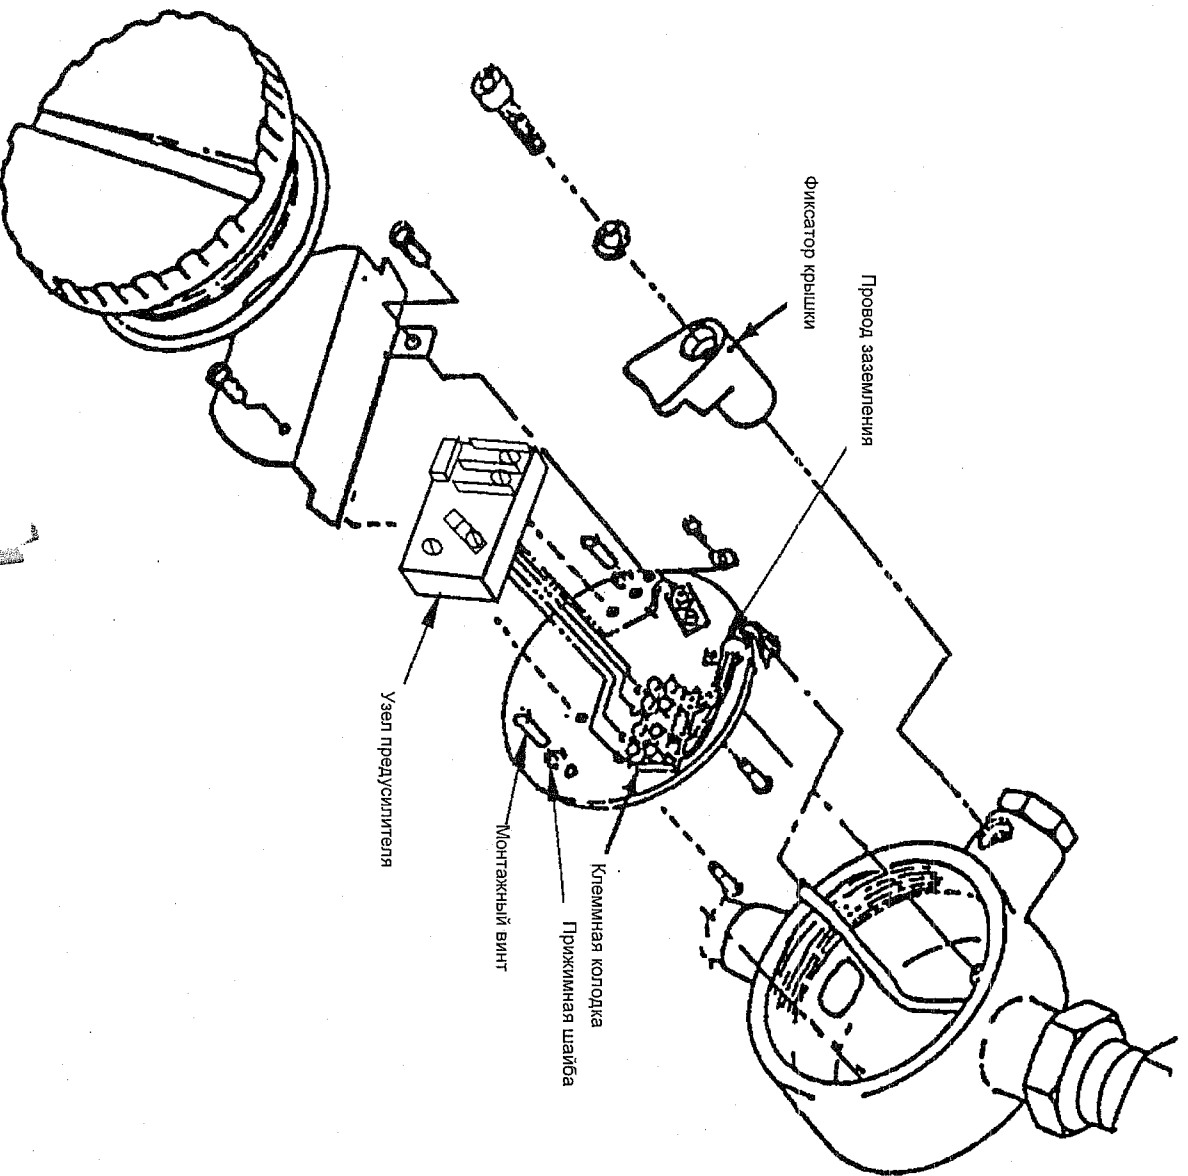

Рис. 24. Предварительный усилитель – расходомер с раздельной схемой монтажа (взрывное исполнение SENELEC)
1. Отключите электропитание расходомера. Преобразователь и распределительная коробка расходомер во взрывобезопасном исполнении SENELES снабжены фиксаторами крышек как показано на рис. 24.
3. Снимите экран, закрывающий предварительный усилитель и отсоедините провод заземления от U-образной металлической полоски на монтажной пластине (рис. 24).
7. Закрепите металлический экран над преусилителем как показано на рис. 24.